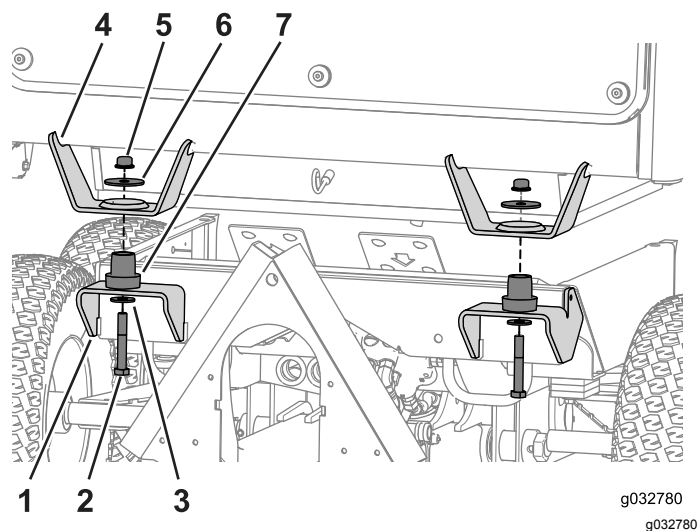

図 65
2. 前マウントの2つのボルト穴に合わせてキャブを機体に降ろす 図 65。
3. 各取り付け部にゴム製のアイソレータを挿入する 図 65。
4. ボルト 1/2" x 3 1/4"、大きいワッシャ、フランジナットを使って、キャブを機体に固定する 図 65。